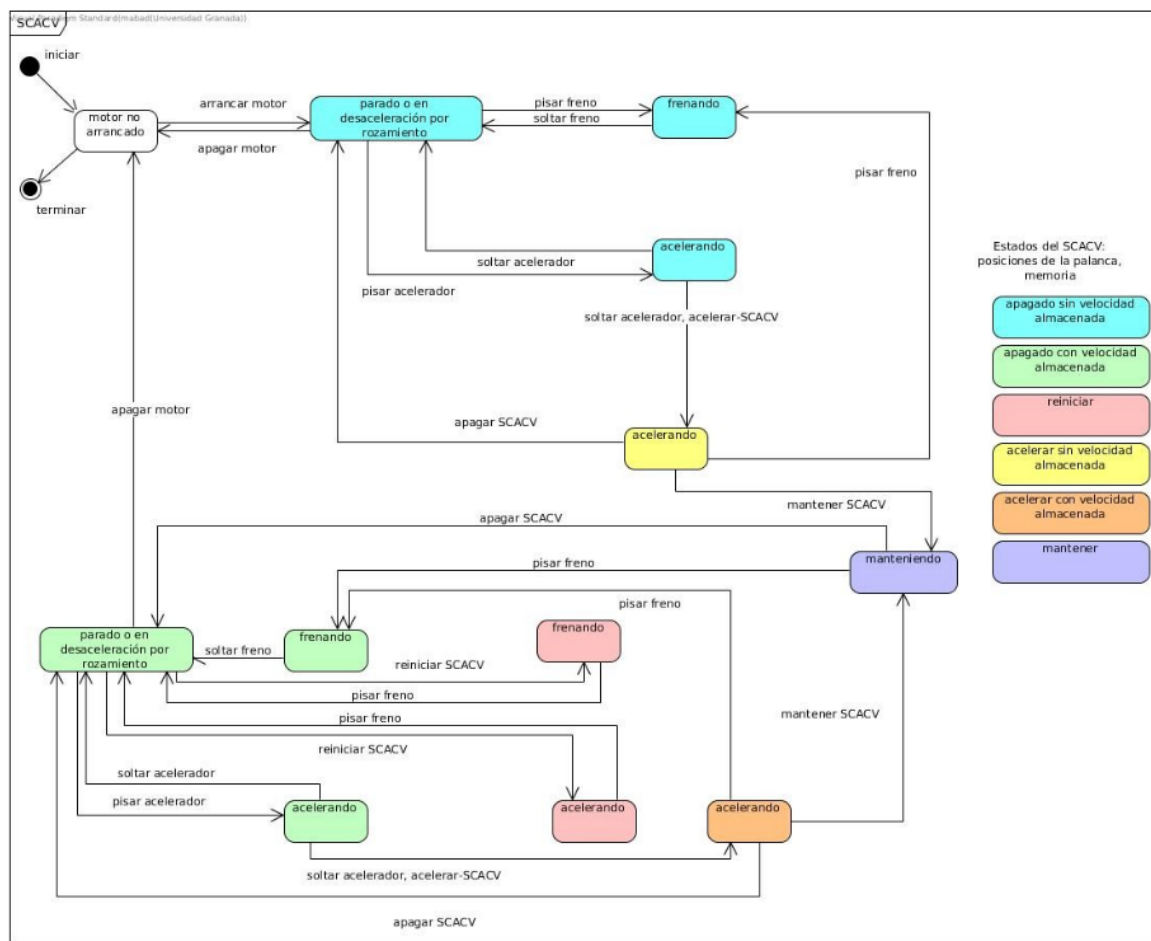

Figura 2.1: Autómata finito que representa los estados del vehículo y el SCACV y las transiciones entre ellos.
- Se pretende desarrollar un sistema de control automático de la velocidad para automóviles controlable mediante una palanca de cuatro posiciones y el pedal del freno, existiendo también el pedal del acelerador. Inicialmente el vehículo funcionará en modo manual, y el conductor usará los pedales del freno y del acelerador. Es importante que la velocidad de “crucero” del vehículo se mantenga, una vez alcanzada, ya que una velocidad superior a la necesaria implica un desperdicio de potencia consumida por el motor (y actualmente una retirada de puntos del carnet), por lo cual ha de mantenerse a toda costa. Para ello, el conductor pondrá la palanca del SCACV en la posición acelerar a la vez que suelta el pedal de aceleración y una vez alcanza la velocidad deseada, cambiará la palanca del SCACV a la posición de modo automático (estado “manteniendo”), cuando el vehículo alcance la velocidad deseada. Así, el vehículo mantendrá la velocidad de crucero. Para ello debe tenerse en cuenta el autómatas de la Figura 2.1.
En la Figura 2.1 se muestra un autómata con los 5 estados (nodos) del vehículo: